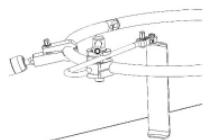

Figura 14
- I **morsetti ad anello** (AL-0103) si collegano a qualsiasi punto dell'anello. Per collegare, allentare la manopola del **morsetto ad anello** e premere la più grande delle due aperture sull'**anello divaricatore**; il **morsetto ad anello** scatta in posizione sull'**anello divaricatore**. Premere lo stelo del **portalama** nell'apertura più piccola del **morsetto ad anello** per collegare i due componenti. Il gruppo **morsetto ad anello/portalama** può essere regolato liberamente fino a quando la manopola del morsetto non viene stretta. È possibile aggiungere altri **morsetti ad anello e portalama all'anello divaricatore** (Figura 14).